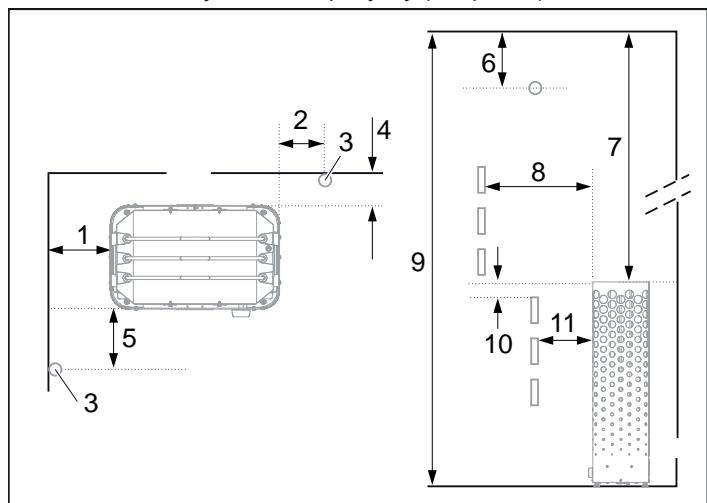
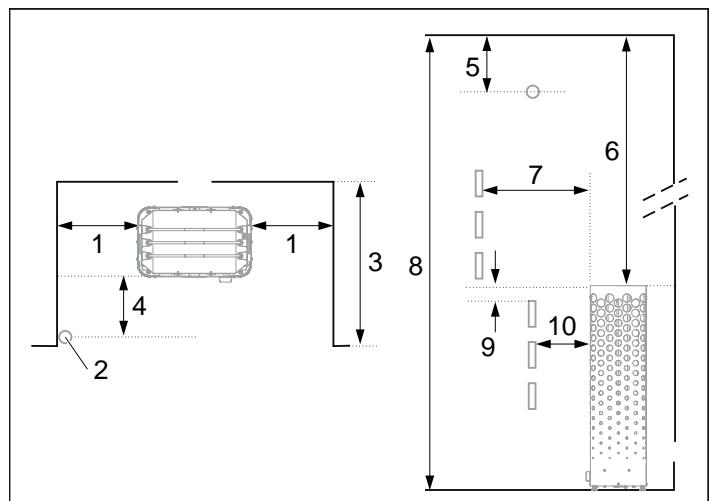

Рисунок 3: Размещение каменки – нормальная установка
Рисунок 5: Размещение каменки – установка в нише
- Спланировать размещение датчика (см. рис. 3, страница 26, а также рис. 5, страница 26).
- у той же стены что и дверь (только в исключительном случае у боковой стены, но тогда как можно ближе к дверному проему). Устройство можно также установить в нише (см. рис. 5).
- на безопасном расстоянии от пола, боковых стен и элементов интерьера (см. рис. 3).
Установите датчики согласно рисунку (см. рис. 3).
1. Установите устройство на безопасном расстоянии от пола, боковых стен и элементов интерьера (см. рис. 5).
2. Установите датчики согласно рисунку (см. рис. 5).